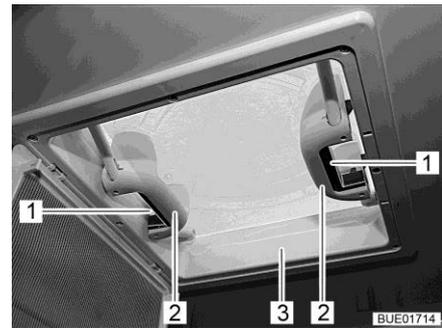

Fig. 62 Poignées avec pousoirs
- Appuyer sur le verrou à ressort (Fig. 62,1) vers l'intérieur du lanterneau (Fig. 62,3). Pousser le lanterneau simultanément vers le haut par la poignée (Fig. 62,2).
- Tirer fortement le lanterneau (Fig. 62,3) vers le bas par les deux poignées (Fig. 62,2) jusqu'à ce que les deux verrous à ressort (Fig. 62,1) s'encliquettent.